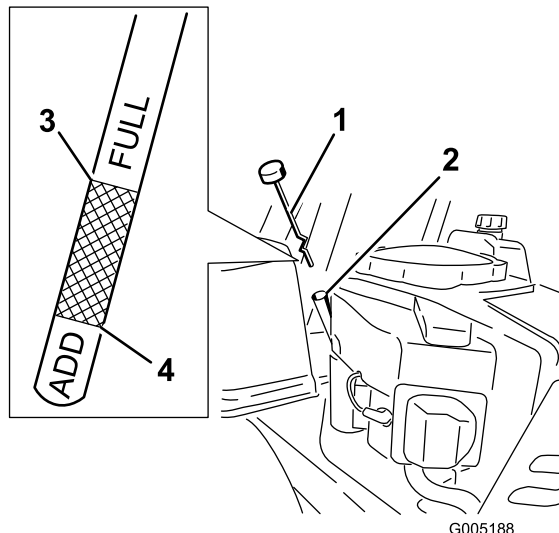

Figura 26
4. Svitare e togliete l'asta; tergete l'olio (Figura 26). Inserite di nuovo l'asta nel tubo e collocate il tappo sul tubo. Non avvitate il tappo sul tubo.
5. Estraete l'asta e controllate il livello dell'olio. (Figura 26).
8. Togliete il tappo/asta del rabbocco dell'olio (Figura 26).
14. Versate lentamente nel tubo di rifornimento (Figura 26) l'80% circa dell'olio indicato.
15. Montate il tappo/asta di rabbocco dell'olio (Figura 26).
16. Controllate il livello dell'olio (Figura 26); vedere Controllo del livello dell'olio.
18. Montate il tappo/asta di rabbocco dell'olio e serrarli stretti (Figura 26).